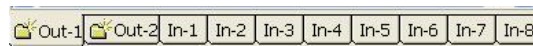

figure 3-45
- 1、at first click output ,select out-1。 For example figure3-45。